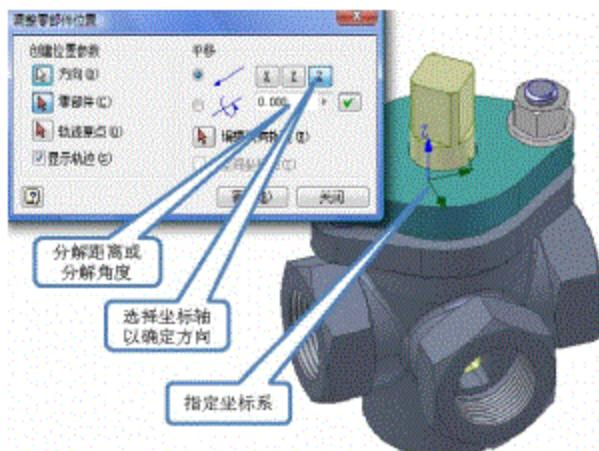

图4-6 零部件直线或旋转运动的方向
- 方向：按下此按钮，将鼠标移至图形区中零部件的表面或边，零部件的表面或边上将自动出现如图4-6所示的坐标。这时，通过选择合理的坐标轴定义零部件直线运动或旋转运动的方向。直线运动时，选中的坐标轴的正方向将是零部件直线移动的方向；旋转运动时，选中的坐标轴将是零部件转动时所环绕的坐标轴。
- 分解距离或分解角度：如图4-6所示，用来键入零部件沿指定方向移动的距离或旋转的角度。